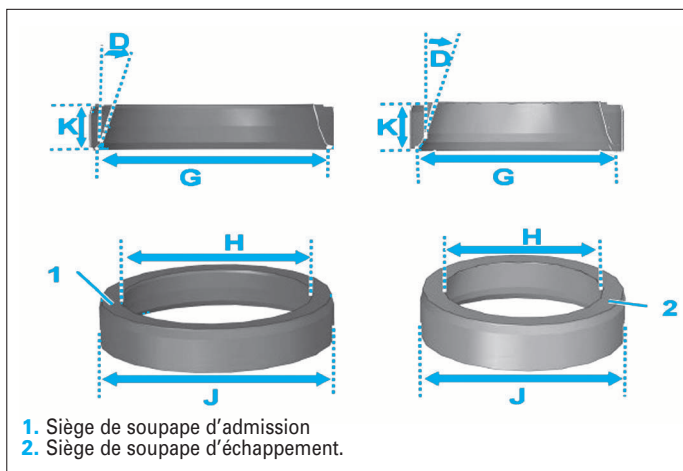

FIG. 4
**SIÈGES DE SOUPAPES (FIG.4)**
**Cote des sièges de soupapes (Fig.4)**